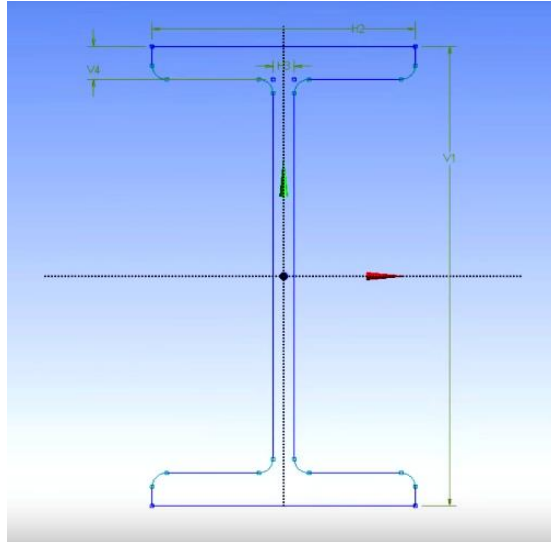

Рис. 2. Профіль балки симетричний відносно осі.
**Вихідні дані:** Ескіз балки наведено на рис. 2.